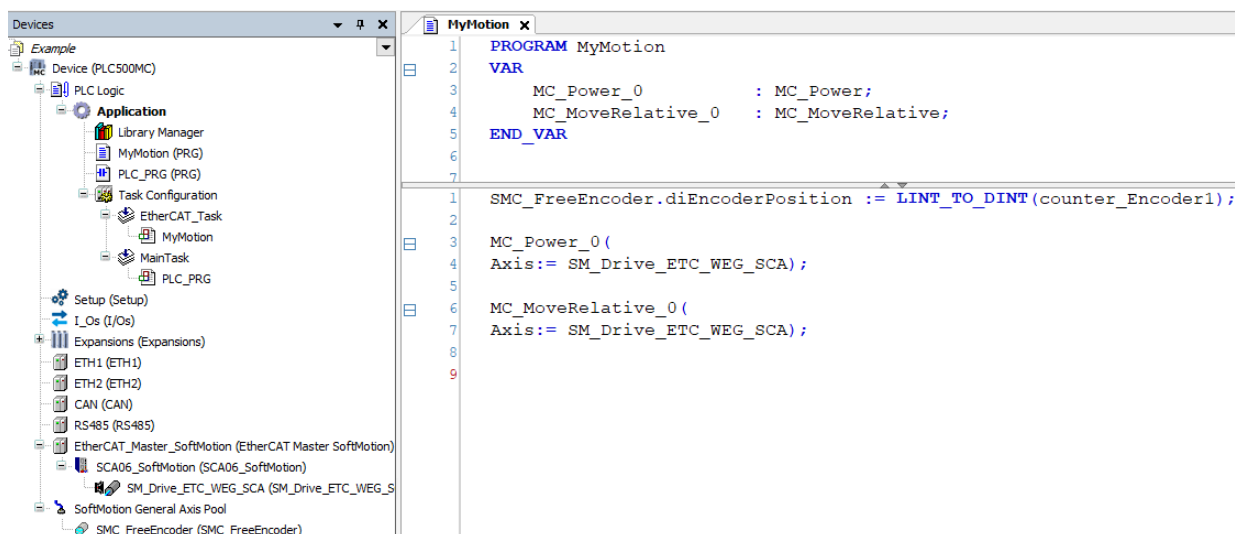

Figura 5.11: Adicionando o comando ao POU associado ao movimento.
- Abra o POU **MyMotion**, adicione o comando para atribuir o valor do encoder ao drive **SMC\_FreeEncoder**, como apresentado na Figura 5.11.